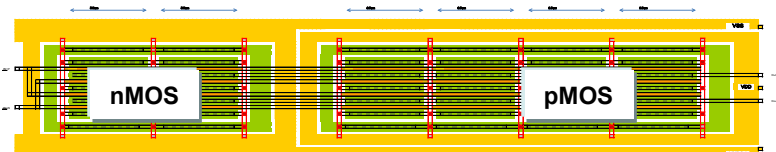

図1 28 Gbps高速ドライバの設計レイアウト例 (130 nm MS) 高速レシーバ、ラッチ、クロック含む
- 回路は全て既存IPを使わず、オリジナルなデバイス・回路設計 (図1) 微細プロセスを採用しなくても28 Gbpsシステムが可能